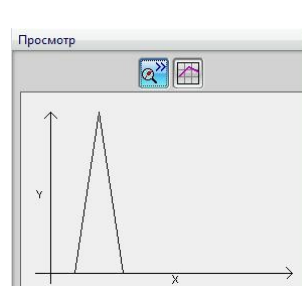

рис.101
- График одной из сил показан на рис. 101, а соответствующая таблица зависимости силы от времени представлена на рис. 102.